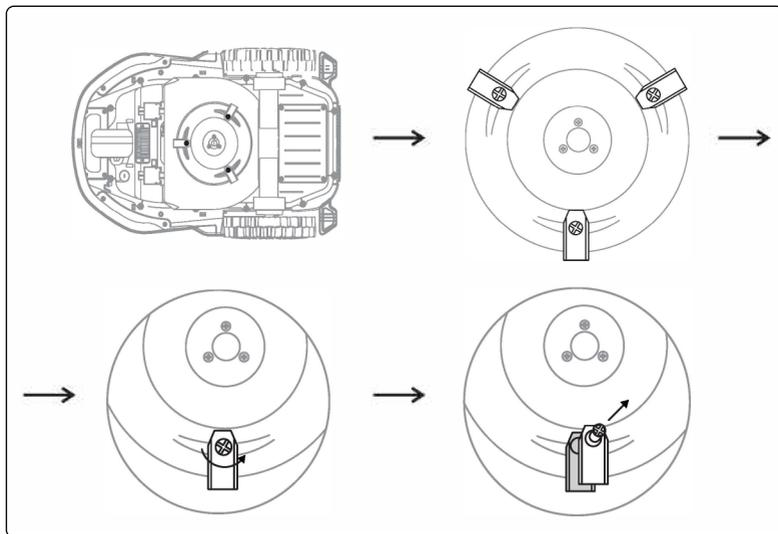

Рис. 36
- Датчик бампера (Рис. 36)
- Инструкция (Рис. 36)